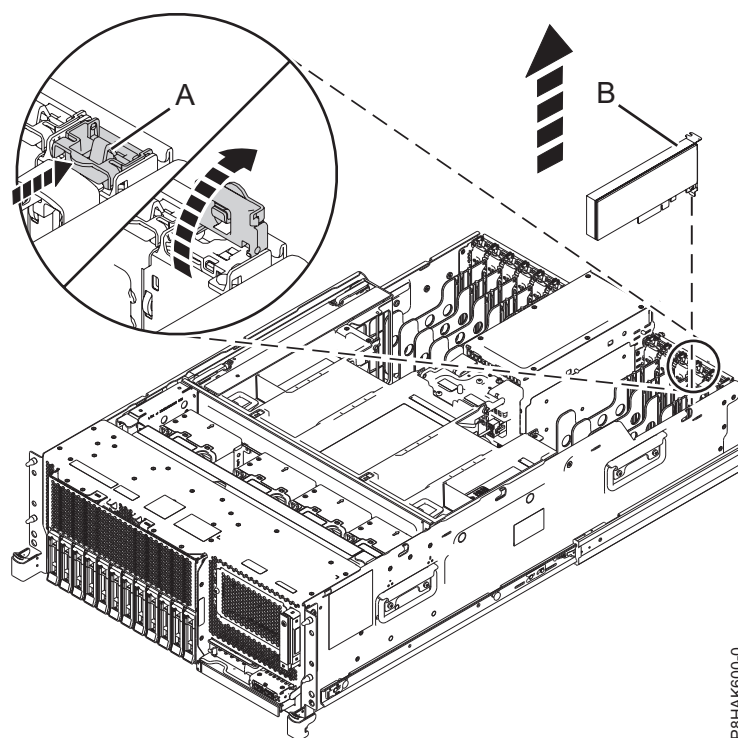
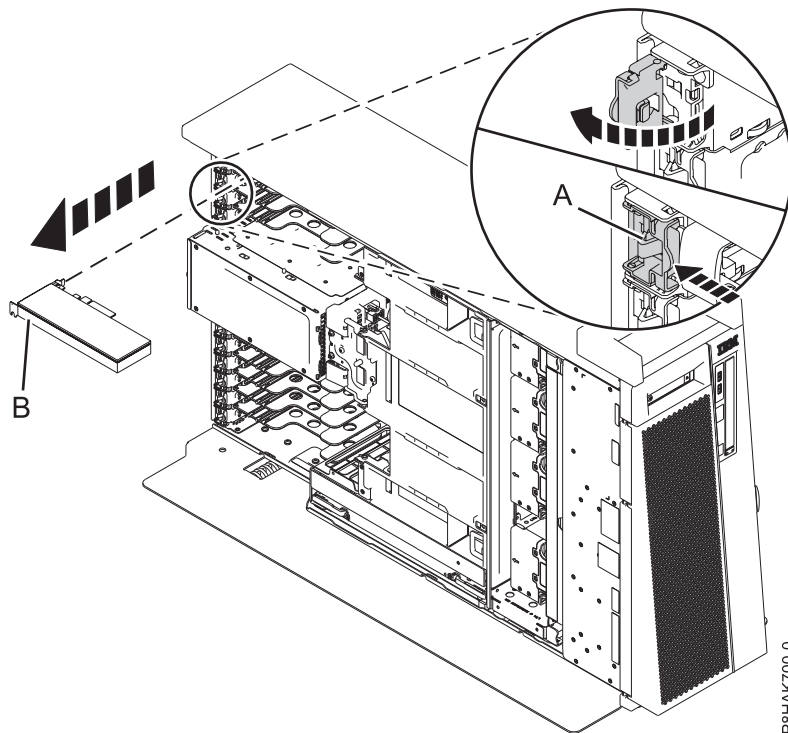

Figura 36. Extracció d'un adaptador PCIe d'un sistema muntat en bastidor
Figura 37. Extracció d'un adaptador PCIe d'un autònom sistema 8286-41A
2. Per posar el pestell de l'adaptador (A) a la ranura de destinació en la posició oberta, feu girar el pestell (A) de la part de darrera del sistema, en la direcció que es mostra a Figura 36 a la pàgina 43 i Figura 37 a la pàgina 43.
5. Agafeu amb compte l'adaptador **(B)** per la part de dalt o la contrapunta i extraieu-lo de la ranura, tal com es mostra a la Figura 36 a la pàgina 43 i Figura 37 a la pàgina 43.